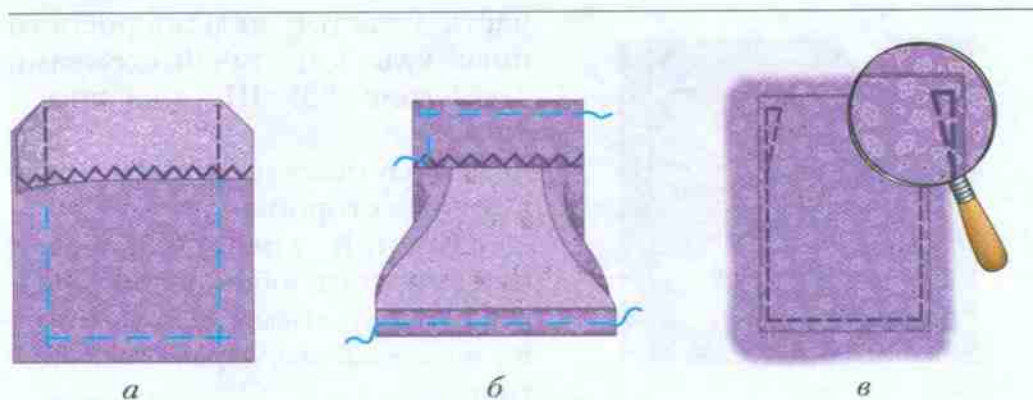

Рис. 92. Обработка накладного кармана: *а* – обработка верхнего среза; *б* – замётывание срезов; *в* – настрачивание кармана на изделие
стежками, на лицевую сторону, заметай. Настрочи боковые срезы обтачки на боковые срезы кармана по контурным линиям кармана, срежь припуски на углах наискось (рис. 92, *а*).
2. Выверни обтачку, выправь уголки. Заметай на изнаночную сторону припуск нижнего среза кармана, затем заметай припуски боковых срезов (рис. 92, *б*). Приутюжь. Проверь правильность выполнения карманов, наложив на них выкройку. Сложи оба кармана вместе, проверь, одинаковы ли они.
3. Наколи карман на изделие с лицевой стороны по размеченным линиям, наметай. Настрочи в край. Чтобы не отрывались верхние углы кармана, в начале и в конце шва выполни маленькие треугольнички (рис. 92, *в*).